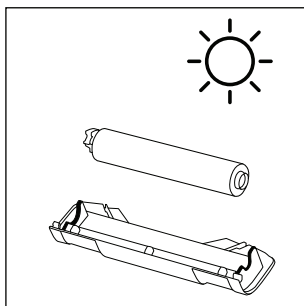

Fig. 37
- ◆ Lăsați rola perie **6** și protecția de stropire **7** să se usuce complet înainte de a le atașa din nou la aparat (a se vedea fig. 37).